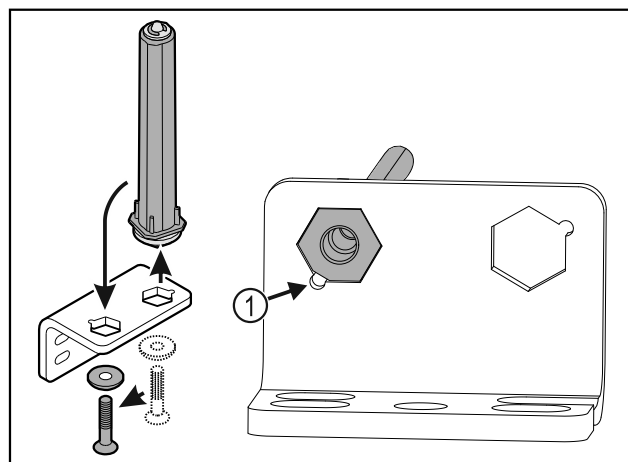

Fig. 37
- ▶ Проследите за тем, чтобы при установке скос пальца Fig. 37 (1) указывал в направлении круглого отверстия.